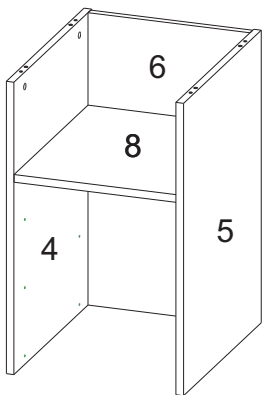

Рис.7
- Соедините детали 6,8 с деталями 4,5 и затяните эксцентрики по часовой стрелке до упора. (рис.7)